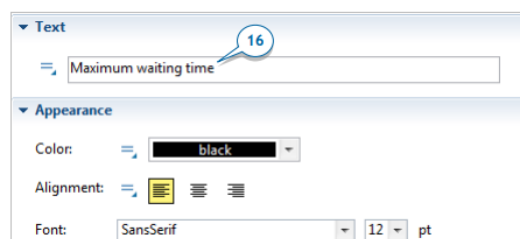

Рисунок 8.15 – Максимальний час доставки
16. У вікні властивостей у розділі «Текст» введіть текст, який відобразить модель. Використовуючи текстові фігури, назвіть один повзунок «Максимальний час очікування», а інший – «Максимальний час доставки» (рис. 8.15).